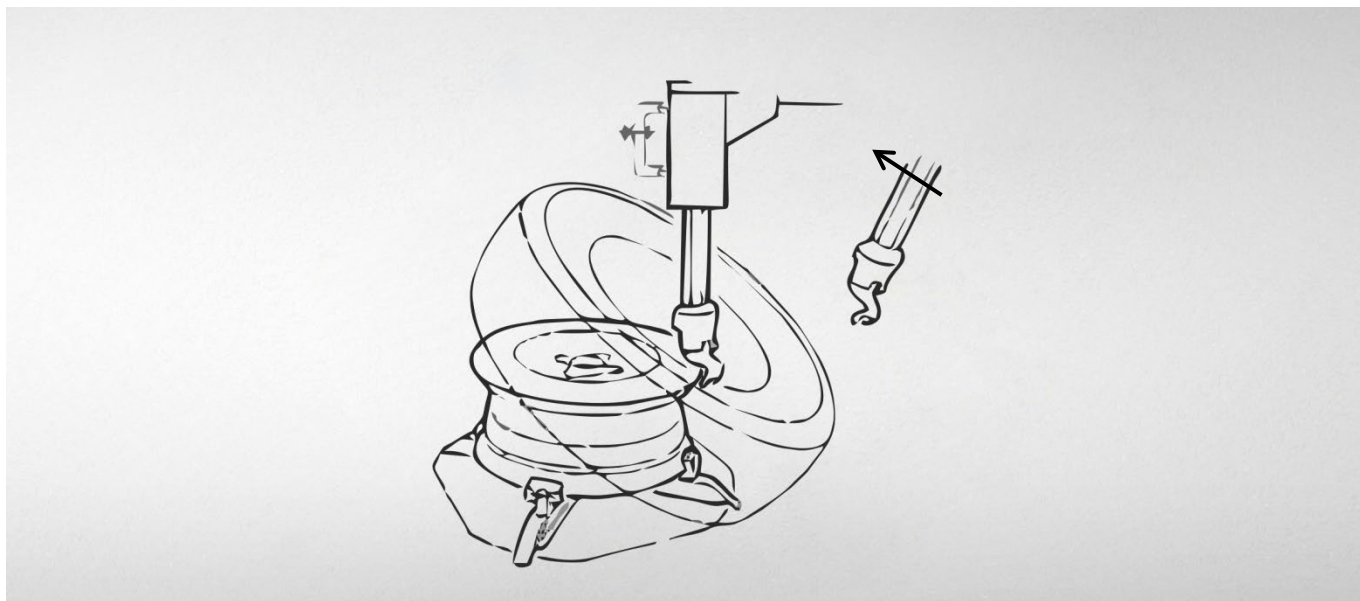

Рисунок 49
- Установите шину на диск под углом (см. Рисунок 49) и, нажав педаль, перевести монтажную колонну в рабочее положение.